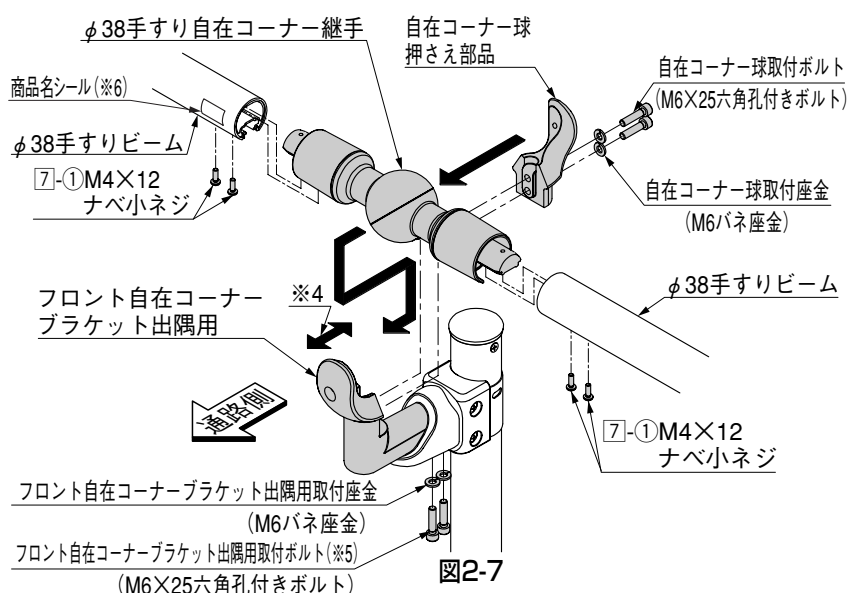

図2-7
- ① 図2-7を参照して、自在コーナー球押さえ部品でφ38手すり自在コーナー継手を取付けてください。
- ② φ38手すり自在コーナー継手にφ38手すりビームを7-1で取付けてください。